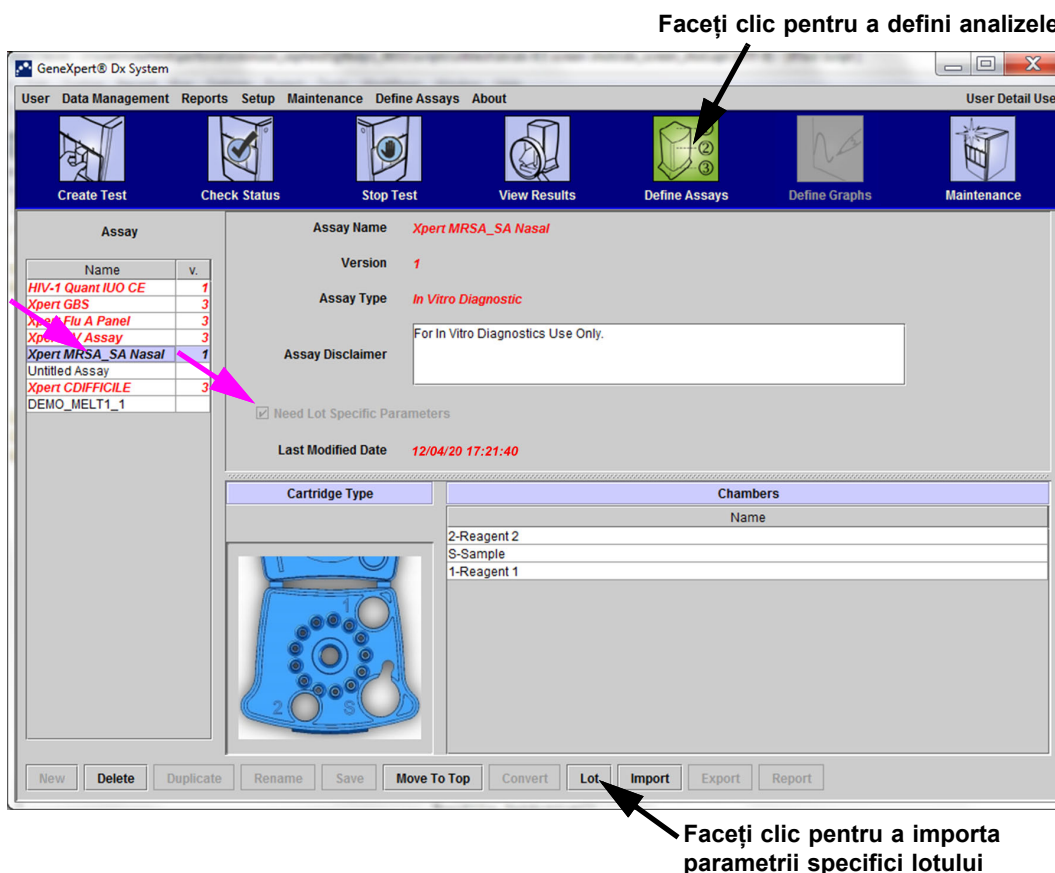
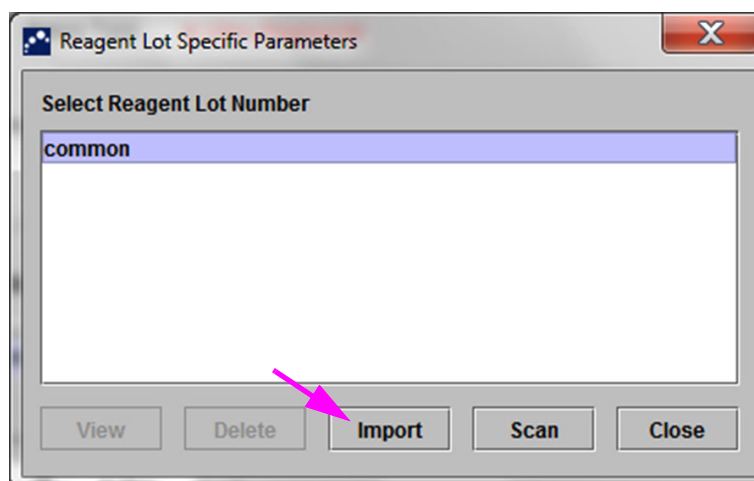

Figura 2-94. Fereastra Definiție analize, care afișează caseta bifată Necesită parametri specifici lotului bifată
Figura 2-95. Caseta de dialog Parametri specifici lotului de reactivi
- În fereastra Definiție analize (Define Assays) (consultați Figura 2-94), selectați numele analizei din lista **Analiză (Assay)** (din partea stângă a ferestrei).
2. Faceți clic pe **Lot**. Apare caseta de dialog Parametri specifici lotului de reactivi (Reagent Lot Specific Parameters). Consultați Figura 2-95.
Figura 2-95 indică Număr lot de reactivi (Reagent Lot Number) comun înainte de importarea anumitor loturi. Dacă parametrii specifici analizelor și/sau loturilor au fost deja importați în sistem, se vor afișa numerele loturilor de reactivi.
1. În fereastra **Definire analize (Define Assays)** (consultați Figura 2-94), faceți clic pe **Lot**. Apare caseta de dialog Parametri specifici lotului de reactivi (Reagent Lot Specific Parameters). Consultați Figura 2-95.